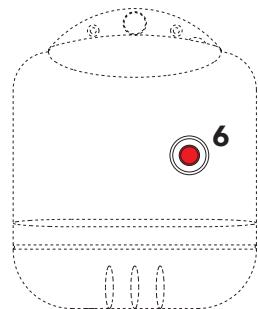

fig. 1
Pour un arrêt de courte durée il suffit de mettre l'interrupteur **5** (Fig1) sur le panneau de commandes, sur «0».
- a blocage du brûleur signalé par le voyant **6** (fig.1) Se reporter au manuel du brûleur.